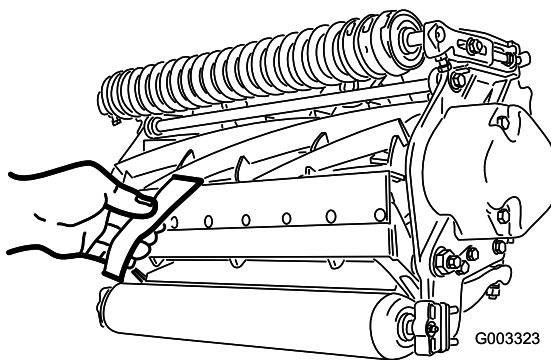

Figura 13
10. Teste o desempenho de corte inserindo uma fita comprida de desempenho de corte (Número de peça Toro 125-5610) entre o cilindro e a lâmina de corte, perpendicular à lâmina de corte (Figura 13). Lentamente rode o cilindro para a frente; deve cortar o papel.